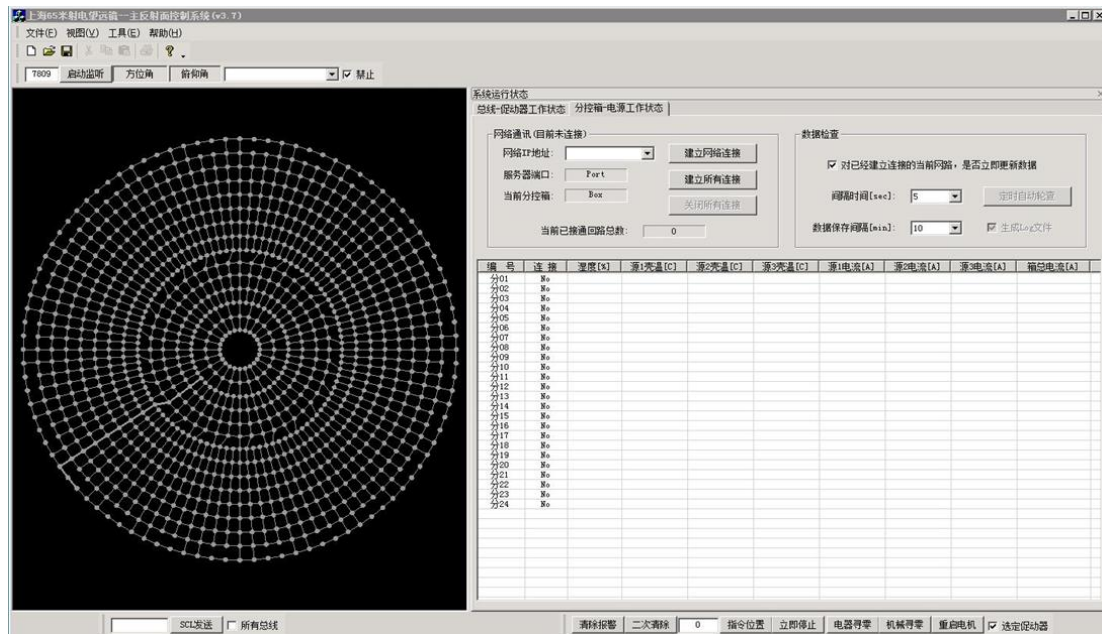

图 1.主动面控制软件开启后的初始界面
- (1) 通过“远程桌面连接”连接到主动面系统的控制计算机上（178.1.65.111，密码 s65rt@sh）。（如果已远程连接可跳过此步骤）
- (2) 双击桌面上的快捷图标“s65rt.exe-快捷方式”，将出现图 1 中的界面。（注意启动后，如果立刻点击软件右上角的“X”号后，软件将跳出对话框“是否将当前促动器的使能状态和系统 IP 地址的设定存盘并退出？”对话框，点击“否”后，将软件关闭。）